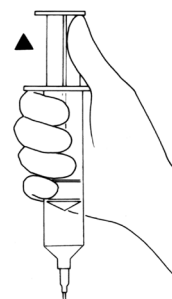

Figura 4-4a. Aspirati aerul
5. Aspirati orice aer rămas în manșon până când simțiți o ușoară rezistență la pistonul seringii. (**Figura 4-4a**)